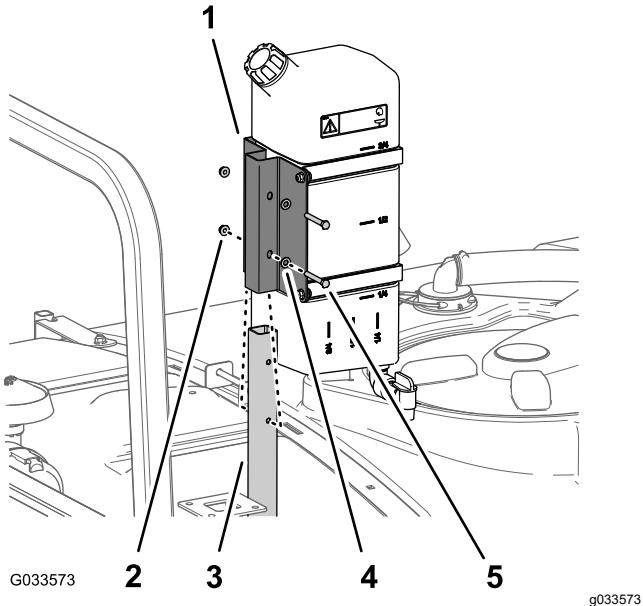

Figure 47
1. Fixez le réservoir d'eau douce et son support sur le tube de support à l'aide des 2 boulons (5/16 x 2 1/4 po) et des 2 contre-écrous à embase (5/16), comme montré à la Figure 47.